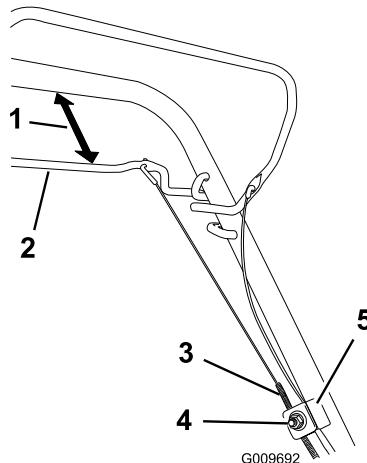

Figura 27
1. Allentate il dado del supporto cavo (Figura 27).
2. Mantenete la barra della trazione automatica a una distanza compresa tra 25 e 38 mm dalla stegola (Figura 27).
3. Abbassate la guaina del cavo (verso la macchina) fino a tendere il cavo (Figura 27).